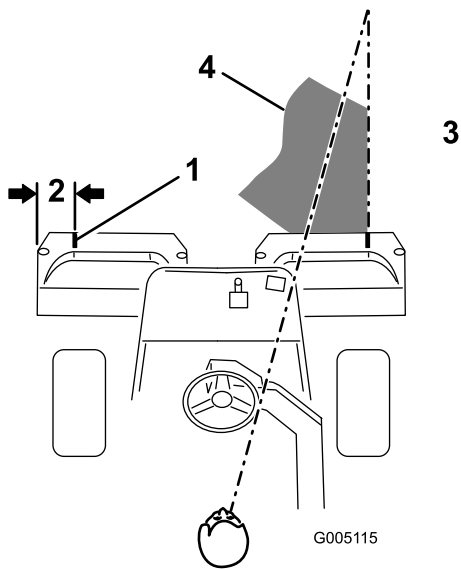

图12
2. 在每个斗的外沿并行粘一个白色胶带或画一条线(图12)。